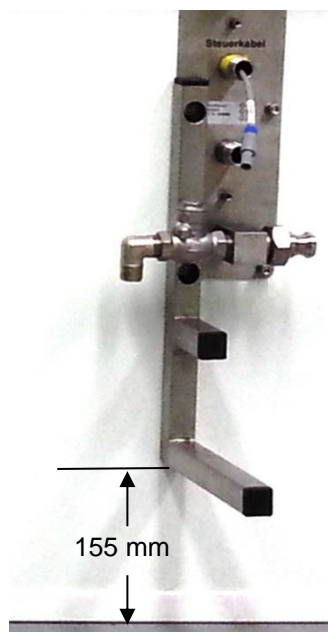

Abb. 4: Höhenjustierung der Schachtwinkel ULK (unreiner Bereich)
- ◆ Montieren Sie im unreinen Bereich die Blenden 1 und 3 zusammen mit einem Schacht-Winkel ULK (Montagemaß siehe Abb. 4:) mit jeweils 6 Schrauben M 6 x 50 + Scheiben.